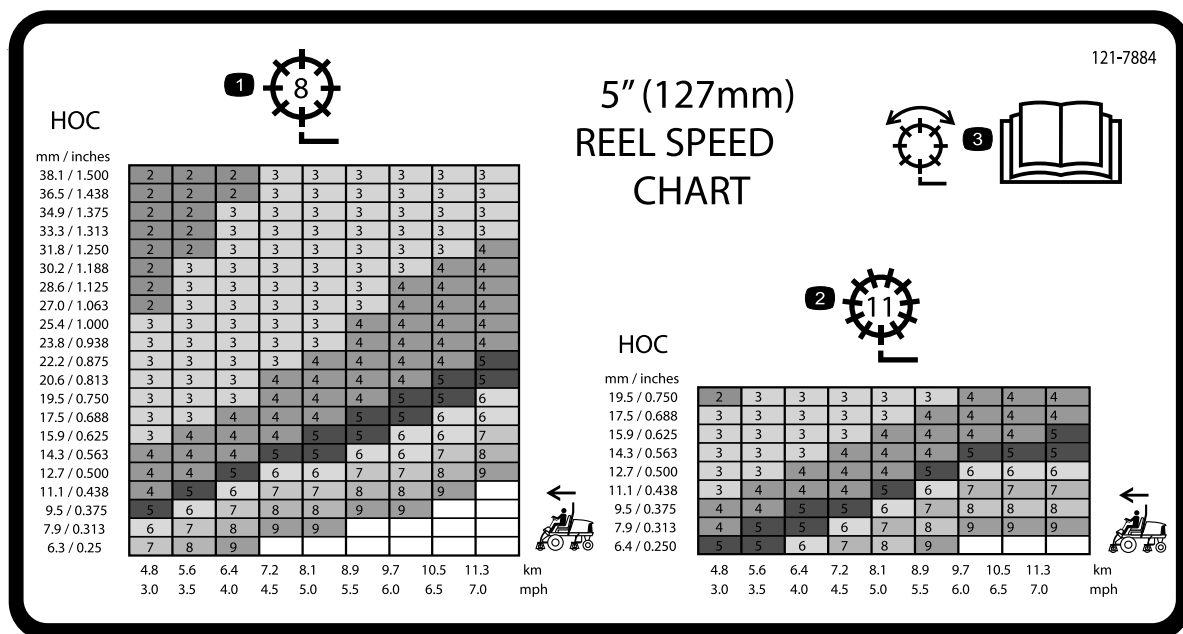

图 32
3. 使用滚刀速度图标贴 (图 32) 上的图表确定适当的滚刀速度设置。